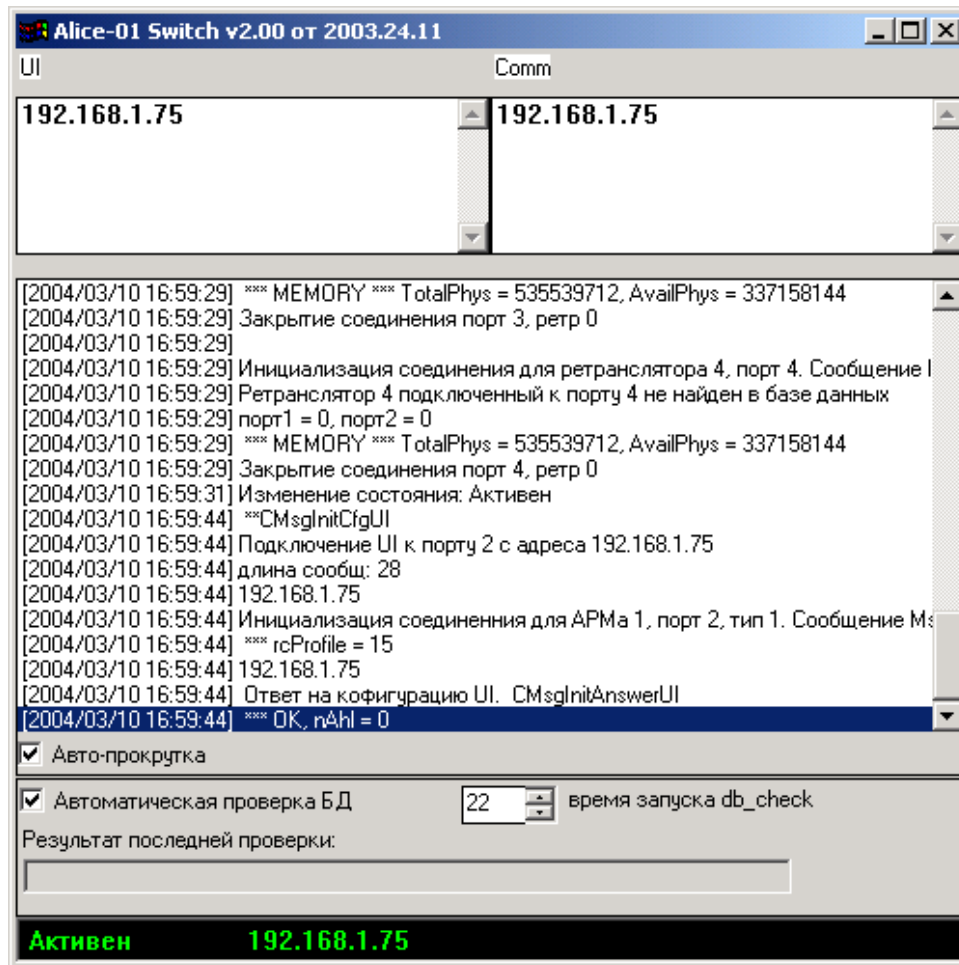

Рисунок 5
2.4.2 КСП запускается как отдельное приложение. Вся служебная информация о процессе функционирования данного модуля выводится в оперативном окне (рисунок 5). Инженер ПЦО имеет возможность получить информацию о состоянии связи с модулями КПТУ и КИП_ДО, текущие IP-адреса АРМ, на которых запущены данные задачи, таблицы состояний обработки информации по объектам, ТС и т.д.